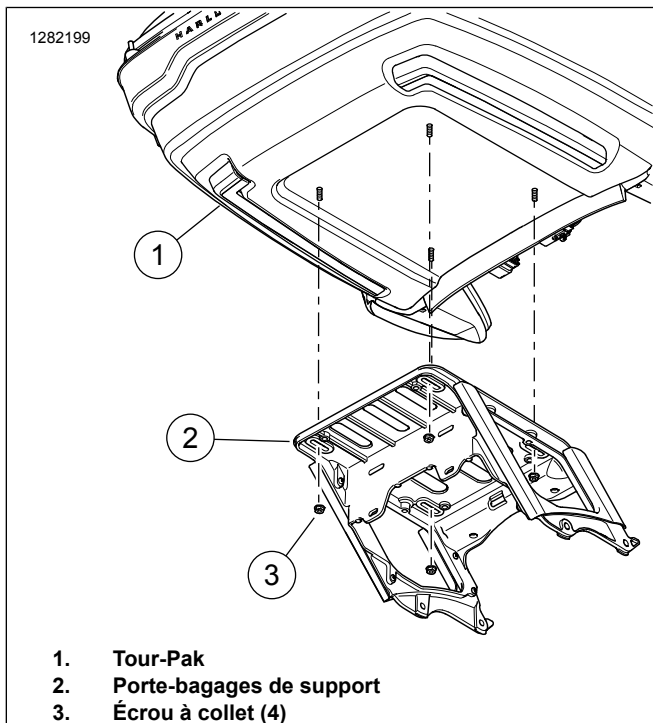

Figure 3. Support du coffre Tour-Pak
- b. Voir Figure 3 . Retirer les écrous à bride (3) fixant Tour-Pak au support de fixation.